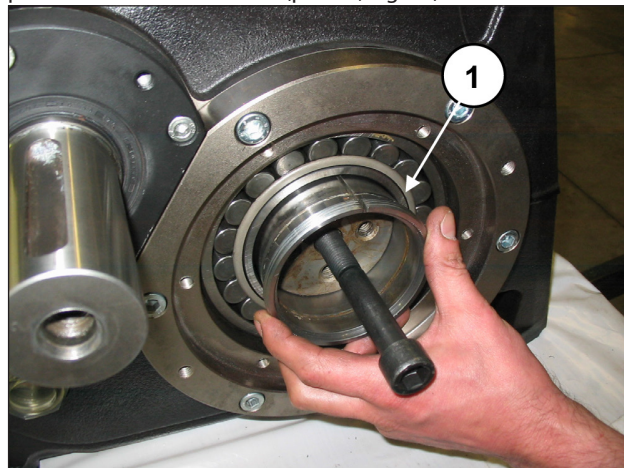

Fig. 75
Inserire parzialmente le due bussole di pressione mantenendo l'albero a gomiti sollevato mediante il perno M16 precedentemente montato (pos. ①, Fig. 75).